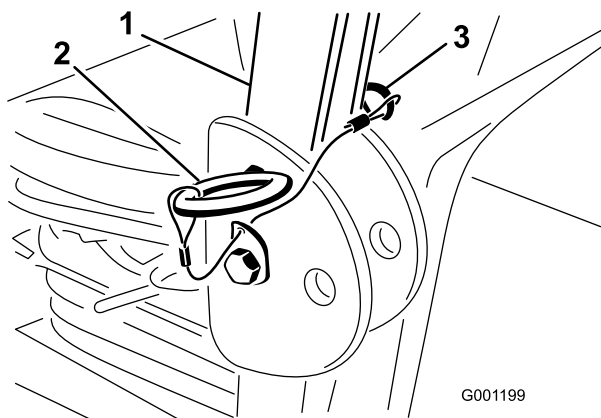

Figura 8
1. Retire las chavetas y retire los dos pasadores de la barra anti-vuelco (Figura 8).
2. Eleve la barra anti-vuelco a la posición vertical, instale los dos pasadores y sujételos con las chavetas (Figura 8).